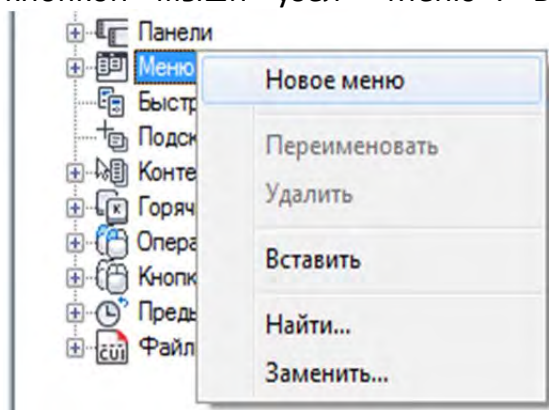

Рисунок 2.16 – Создание нового меню
1. На вкладке «Адаптация» панели «Адаптации: <имя файла>» щелкните правой кнопкой мыши узел «Меню». Выберите «Новое меню» (рисунок 2.16).